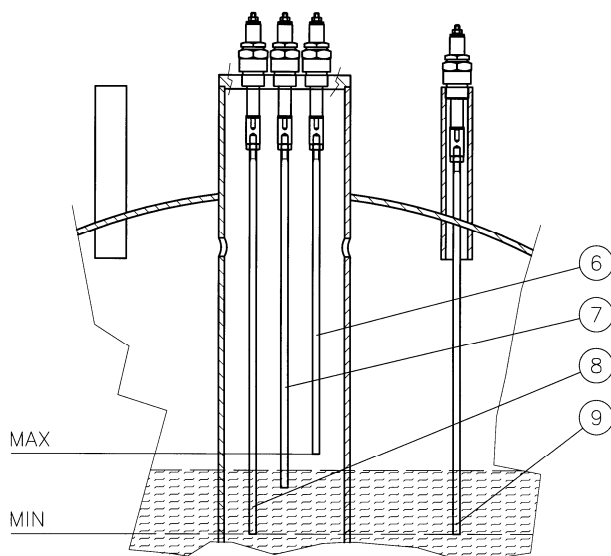

Рис. 8
2.2.2 Автоматический регулятор уровня и предохранительный датчик уровня (Рис. 8)